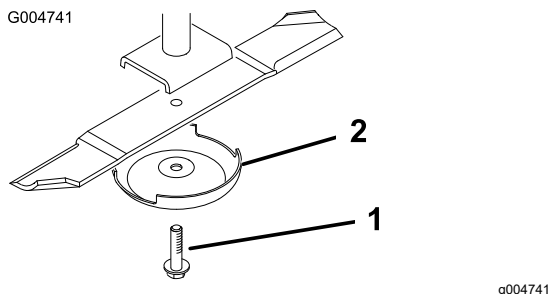

Рисунок 25
4. Снимите болт ножа, защитный колпак и нож с вала шпинделя (Рисунок 25).